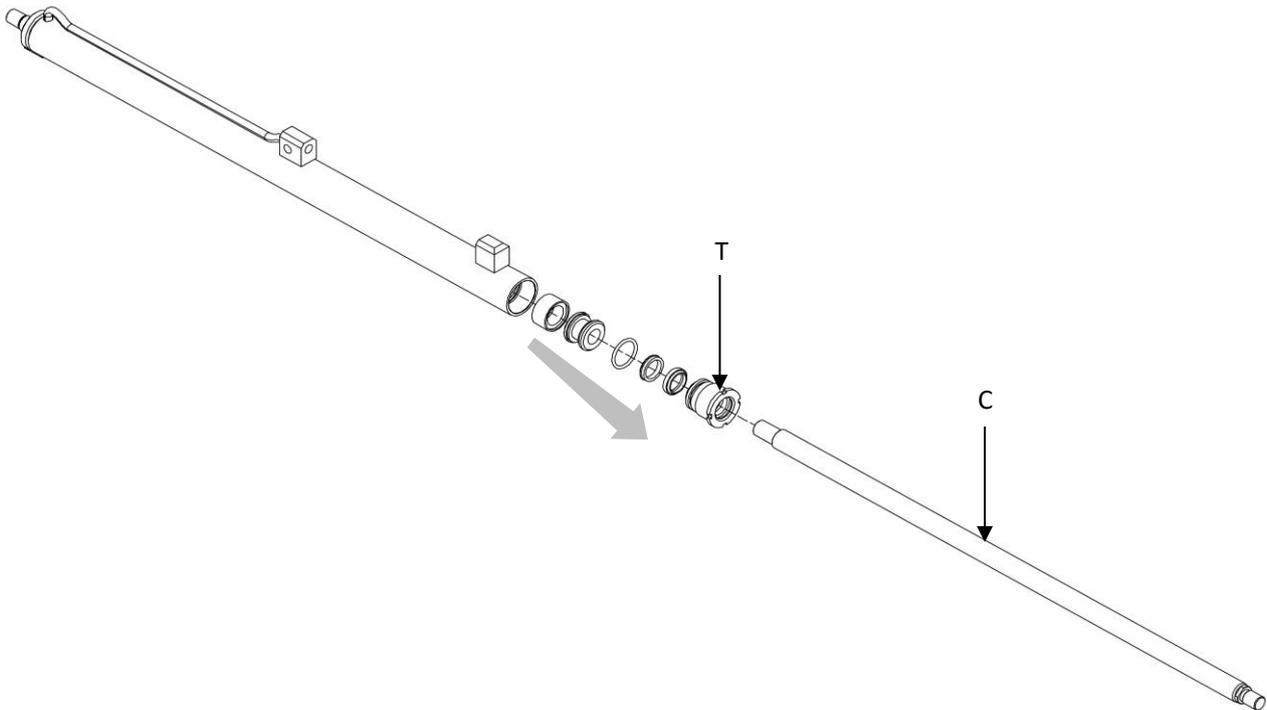

Figura 33
8. Prendere come riferimento la *Figura 33*.